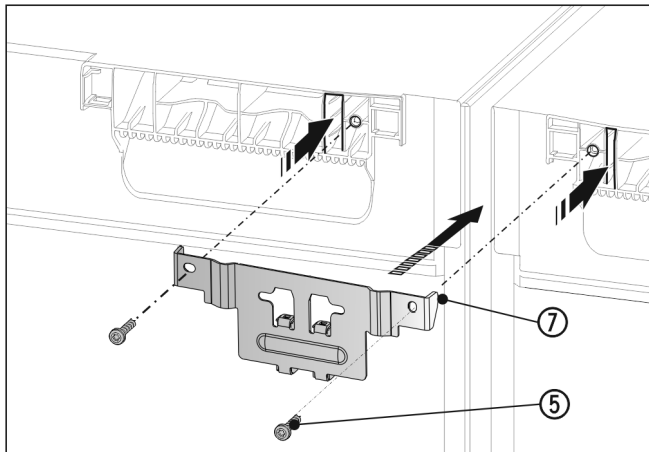

Fig. 19
- ▶ Winkel Fig. 19 (7) mit dem Distanzstück zwischen die Geräte und mit den Laschen in die Gerätedecke schieben. Mit 2 Schrauben Fig. 19 (5) festschrauben.